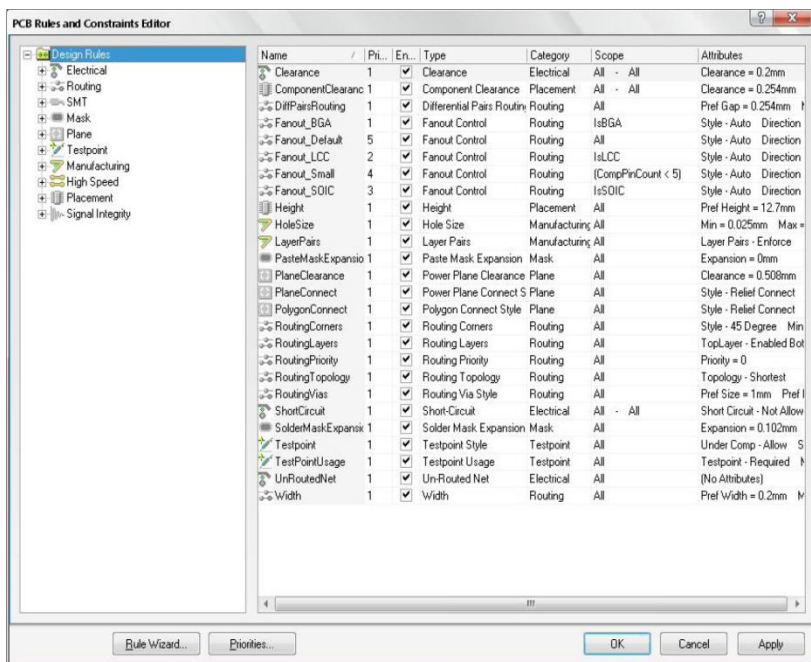

Рис. 4 Настройка правил проектирования
*Editor* (рис. 4), в нашем примере изменим только ширину проводников, цепей питания и общую цепь *GND*.